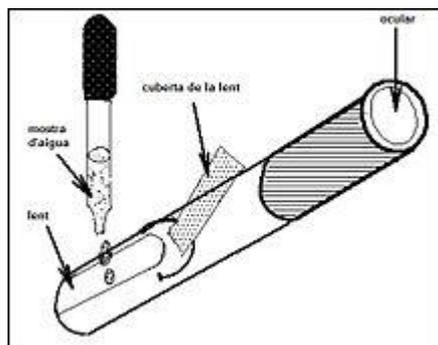

Figura 2
3) Tome una alícuota de su muestra de agua, utilizando un cuentagotas (preferiblemente de plástico). Coloque una o dos gotas sobre la lente, evitando tocar la superficie de la misma con la punta del cuentagotas (Figura 2).